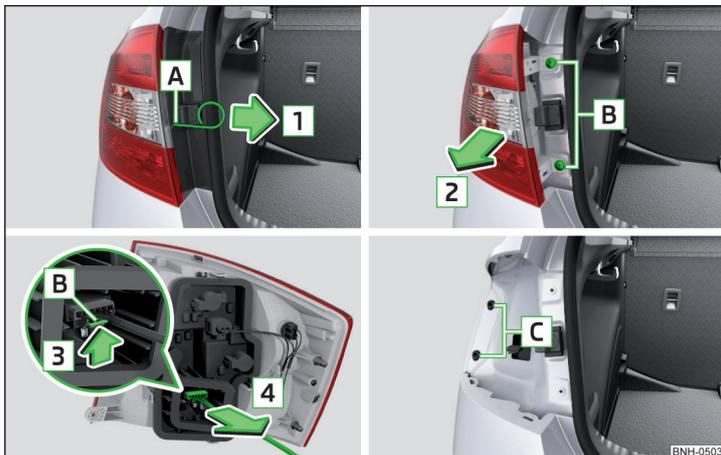
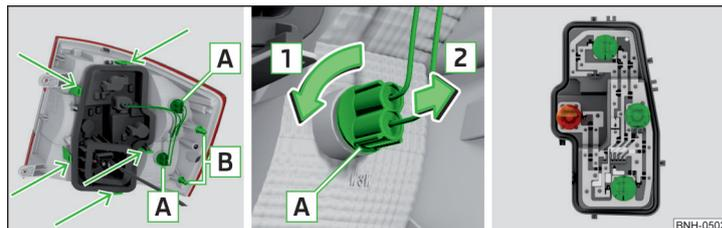

Fig. 197 Desmontar la lámpara / Quitar el conector
Fig. 198 Parte exterior de la lámpara / parte interior de la lámpara
- Introducir en la apertura **A** » fig. 197 el estribo para retirar los tapacubos integrales.
- Introducir la lámpara con la espiga **B** » fig. 198 de la pág. 168 en la toma **C** » fig. 197 en la carrocería.
- Girar el portalámparas con la bombilla **A** » fig. 198 en el sentido de la flecha **1**.
- Desbloquee el portalámparas en las áreas señaladas con las flechas » fig. 198 y extraiga el portalámparas de la luz. ▶